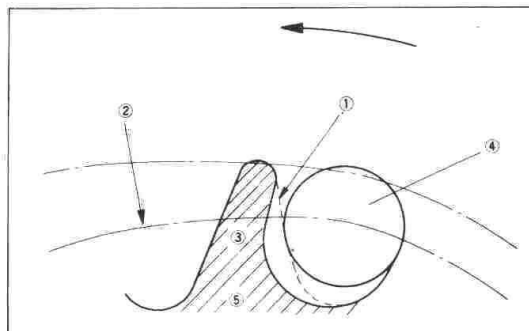

Fig. 5-6-1
3. Check sprocket wear. Replace if wear decreases tooth width as shown. (Fig. 5-6-1)
3. Contrôlez l'usure du pignon. Remplacez-le si l'usure diminue la largeur des dents comme indiqué. (Fig. 5-6-1)